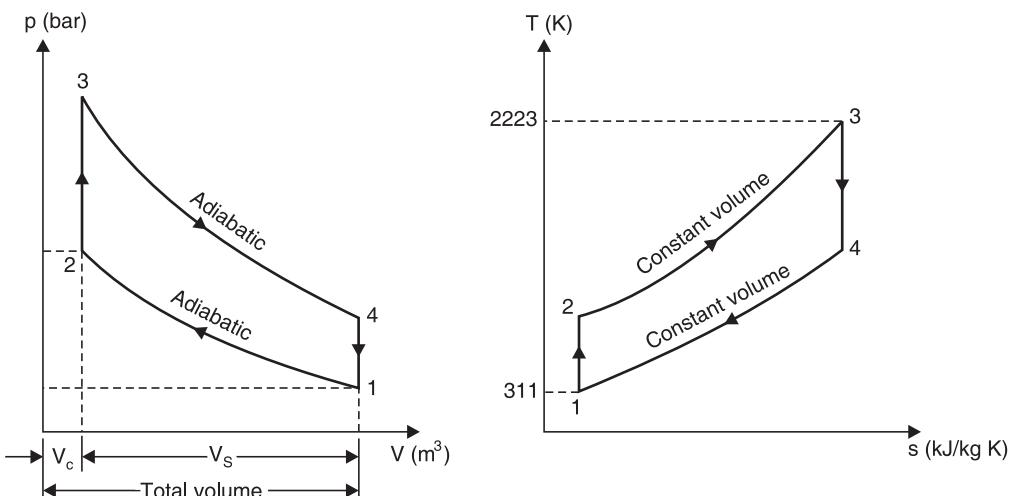

Fig. 4.11
**Solution.** Refer to Fig. 4.11.